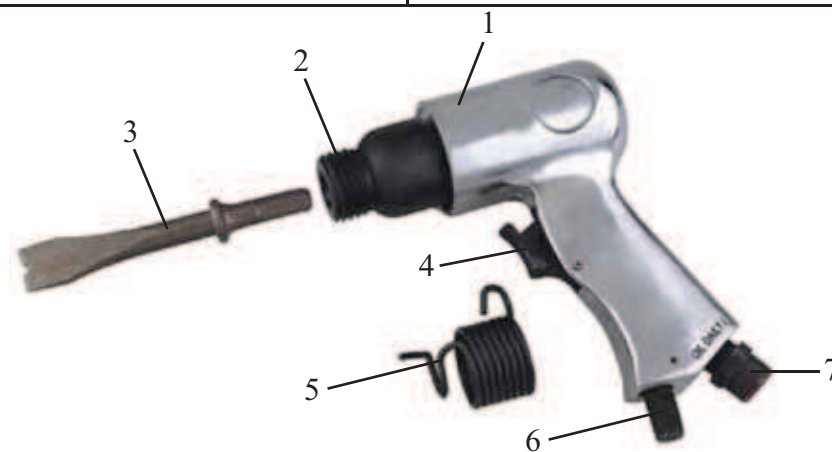

рис. 1
6.5 Включение и выключение зубила осуществляется нажатием выключателя 4 (рис. 1). Следует помнить, что после того, как вы отпустите выключатель, движение долота будет осуществляться ещё несколько секунд.
6.6 С помощью регулятора 7 (рис. 1) можно установить желаемую частоту ударов долота (путём контроля расходуемого воздуха):